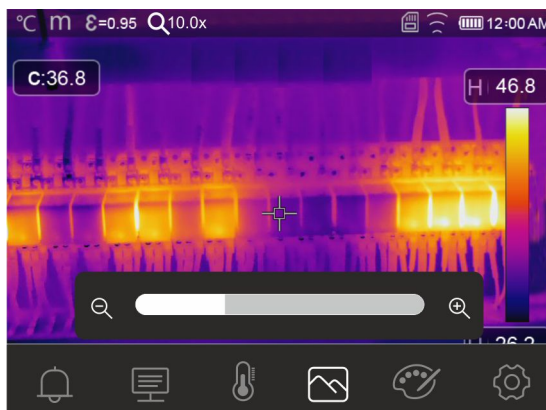

Fig. 35: Ativação de zoom da imagem
7. O Modo Face permite a avaliação da temperatura facial em várias pessoas (até 10 pessoas) simultaneamente (veja a Fig. 35). O medidor “” presente na parte superior do dispositivo indica o número de medições estatisticamente válidas